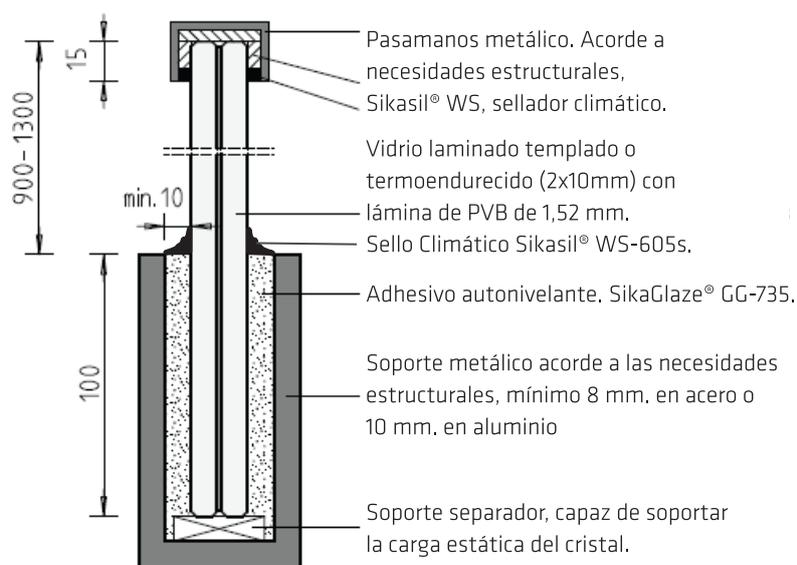

Figura 3: Dibujo de detalles generales.
- La profundidad de empotramiento recomendada es de 150 mm. Para más detalles, ver figura 3 y 4.